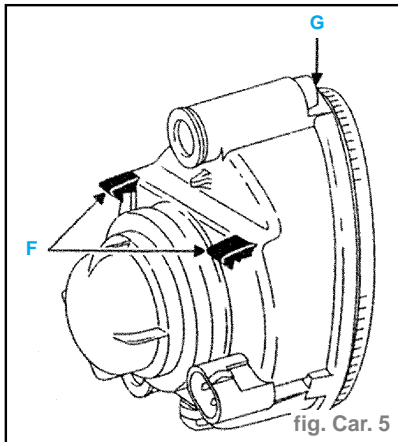

fig. Car. 5
- Dégager l'antibrouillard vers l'avant à l'aide des pattes (F) (fig. Car. 5)
Nota : Au remontage, procéder au réglage du feu par la vis (G) (fig. Car. 5).